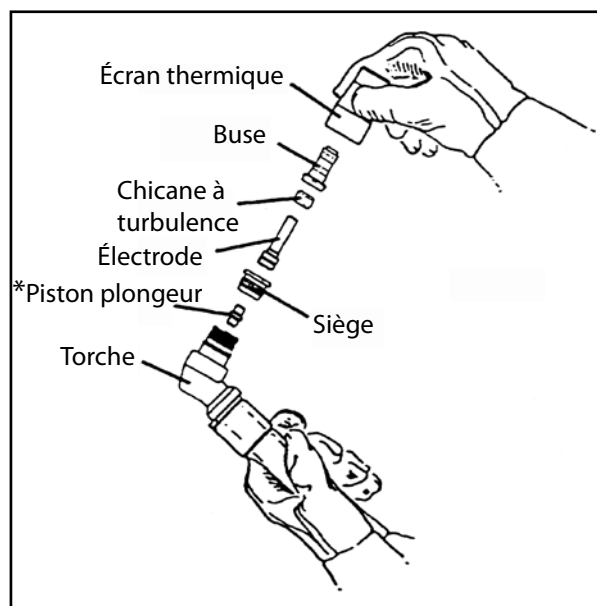

Figure 3-2
1. Pour désassembler la section avant, tenez la torche avec l'écran dans une position verticale tel qu'indiqué dans la Figure 3-2. Ceci évitera que la buse, l'électrode et la chicane à turbulence tombent lorsque l'écran est enlevé.
1. Pour procéder avec l'assemblage avec l'extrémité avant de la torche vers le haut, assemblez l'électrode, la chicane à turbulence, l'embout et l'écran thermique dans l'ordre indiqué dans la Figure 3-2. La chicane à turbulence est symétrique and peut être positionnée dans les deux sens. Serrez bien l'écran thermique pour retenir les pièces bien en contact les unes contre les autres et avec la tête de la torche. Assurez-vous de ne pas trop serrer l'écran thermique.